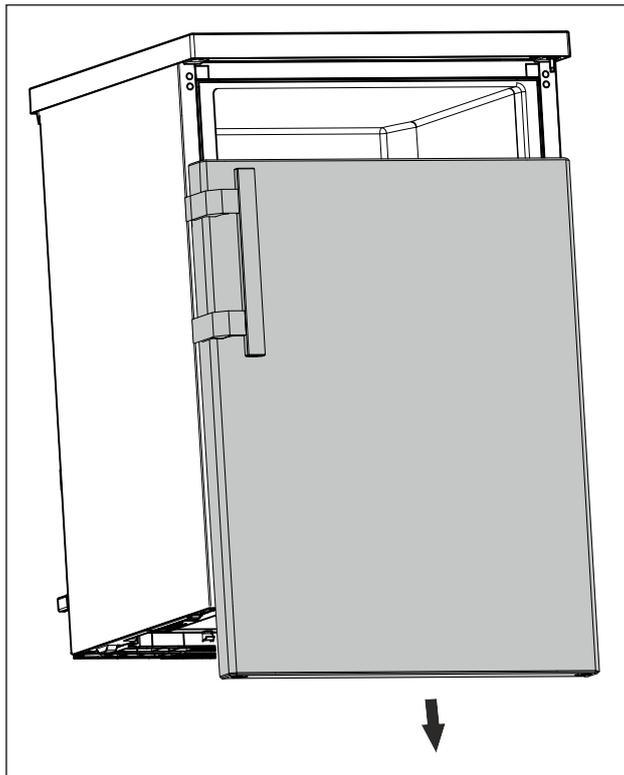

Fig. 13
- ▶ Desmontar la puerta hacia abajo. (consulte Fig. 13)